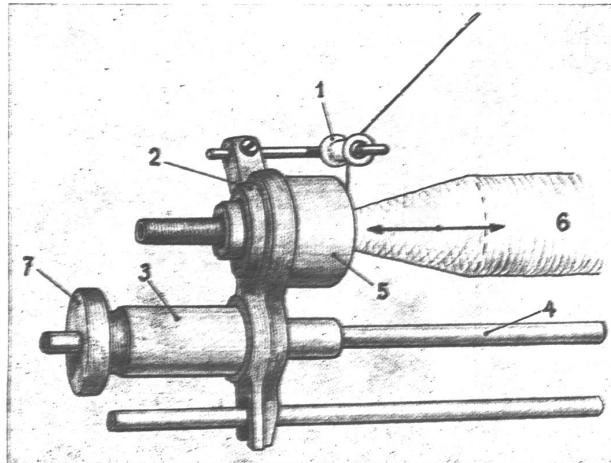

Fig. 2. Fühlerkonus mit Sperrglied von der Maschinenfabrik Schweiter A.-G.
2. **Fühlerkonus mit Sperrglied** (Fig. 2). Der Fadenführer 1 ist auf einem Halter 2 befestigt, der mit einer Kugelsperrvorrichtung 3 versehen ist, die auf der Stange 4 wirkt und die nur eine Verschiebung des Halters nach vorn gestattet. Der Halter trägt ferner einen auf Kugellager gelagerten Fühlerkonus 5, der die Schußspule 6 abtastet. Meistens macht bei dieser Ausführung die Spulspindel sowohl die drehende als auch die hin- und hergehende Bewegung. Die Berührung zwischen dem Fühlerkonus und der Spule erfolgt auch hier stoßweise, wobei in dem Maße, wie die Spule wächst, der Fühlerkonus mit dem Halter und dem Fadenführer nach vorn geschoben wird. Da der Fühlerkonus jedoch in einem Kugellager gelagert ist, dreht er sich auch mit und wenngleich seine Drehzahl nicht gleich hoch sein kann wie